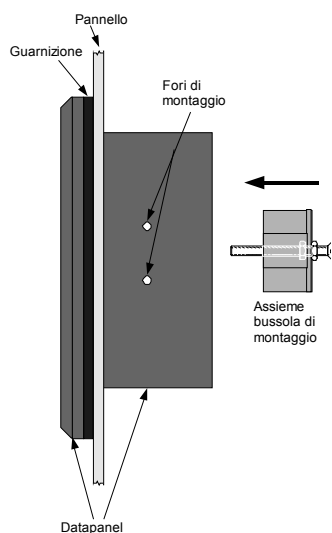

Figura 2-2. Montaggio del Datapanel, vista laterale
4. Inserire il Datapanel nell'apertura del pannello dal davanti, come si vede nella figura 2-2.